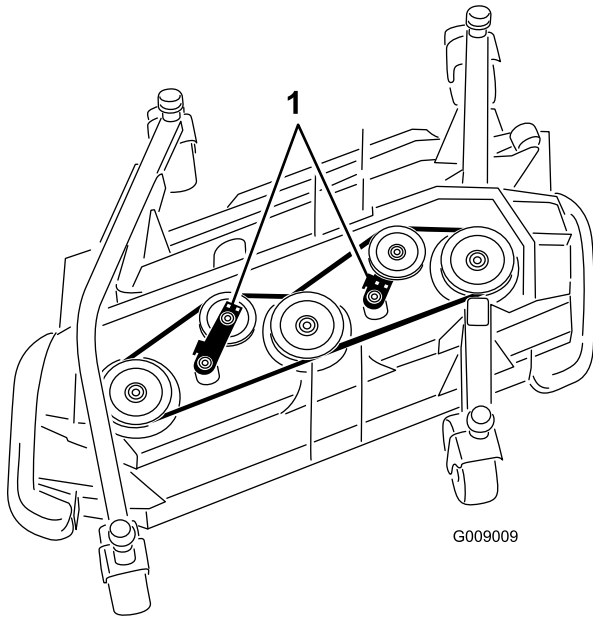

Figura 129
5. Con una llave de carraca u otra herramienta similar, aleje las poleas tensoras de la correa de transmisión para aliviar la tensión de la correa y poderla retirar de las poleas (Figura 129).